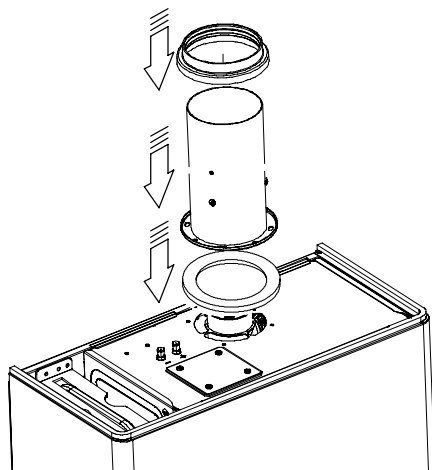

fig. 5.35
- Inserire la guarnizione a manicotto sul tronchetto aspirazione aria (fig. 5.35).